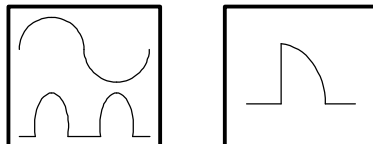

图 2-2 RCCB 符号
UPS 结构见图 2-2，UPS 配置见表 2-1。
- Ⅰ 漏电流断路器（RCCB）必须对配电网络的直流单向脉冲（A 级）敏感，对瞬态电流脉冲不敏感，分别如图 2-2 所示。